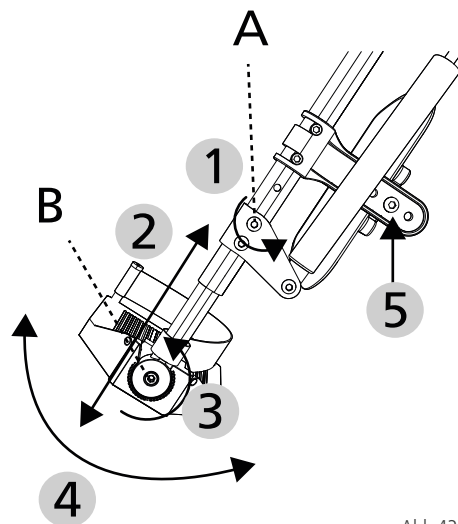
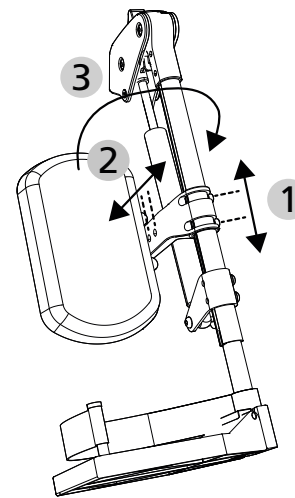

Abb.43
Abb.44
Vor dem ersten Gebrauch muss das Wadenpolster montiert werden. Nutzen Sie hierzu die beiliegende 5 mm Innensechskantschraube und Mutter und montieren Sie es im dritten Positionslöcher an der Wadenpolsterhalterung (siehe 5, Abb. 43/ Abb. 44, S. 36/37).
1. Zur Längeneinstellung lösen Sie die Innensechskantschraube 4 mm (A, Abb. 43) um wenige Drehungen (1, Abb. 43) und lösen Sie diese nicht vollständig.
2. Danach ziehen/schieben Sie die Fußplatte in die gewünschte Länge (2, Abb. 43). Achten Sie auf den Mindestabstand von 40 mm zwischen Fußplatte und Boden. Die minimale und maximale Auszugslänge zeigt Ihnen die Skala auf dem Rohr.
3. Zur Arretierung ziehen Sie die Schraube (A, Abb. 43) wieder fest an. Beachten Sie, dass hierbei die Schraube in den innenliegenden Montageschlitten greift.
1. Lösen Sie die Innensechskantschraube 5 mm (B & 3, Abb. 43).
3. Setzen Sie die Fußplatte in dem gewünschten Winkel wieder ein (4, Abb. 43).
1. Für die Höheneinstellung lösen Sie die 2 Innensechskantschrauben 5 mm an der Halterung. Nach der Einstellung, in 30 mm Schritten (1, Abb. 44), werden die Schrauben wieder im Lochbild fixiert.
2. Für die Tiefeneinstellung lösen Sie die Innensechskantschraube 5 mm. Nach der Einstellung in 20 mm Schritten (2, Abb. 44), wird die Schraube wieder im Lochbild fixiert.
Das Wadenpolster lässt sich mit der Halterung nach außen abschnellen, um die Wade zu entlasten und um dem Bein mehr Raum zu geben (3, Abb. 44).